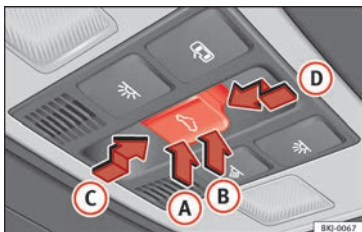

Abb. 141 Im Dachhimmel: Bedienelement für Panorama-Schiebedach.
Der Taster  » **Abb. 141** hat zwei Stufen. In der ersten Stufe kann das Glasdach ausgestellt sowie ganz oder teilweise geöffnet oder geschlossen werden.
- Vor Ablauf von etwa 5 Sekunden ab der Aktivierung des Einklemmschutzes drücken Sie den Taster  » » **Abb. 141** bis zur zweiten
Stufe in Pfeilrichtung » » **Abb. 141** , bis das Dach vollständig schließt.